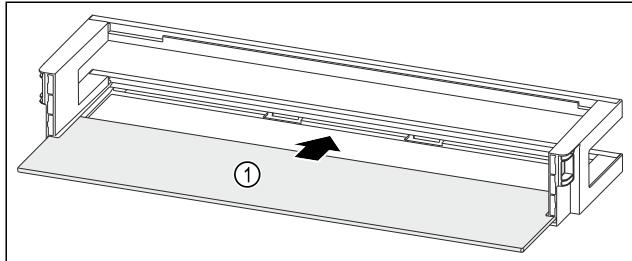

Fig. 99 Balconnet de contre-porte avec tablette de rangement
- ▶ Insérer la tablette de rangement Fig. 99 (1) dans les évidements latéraux.